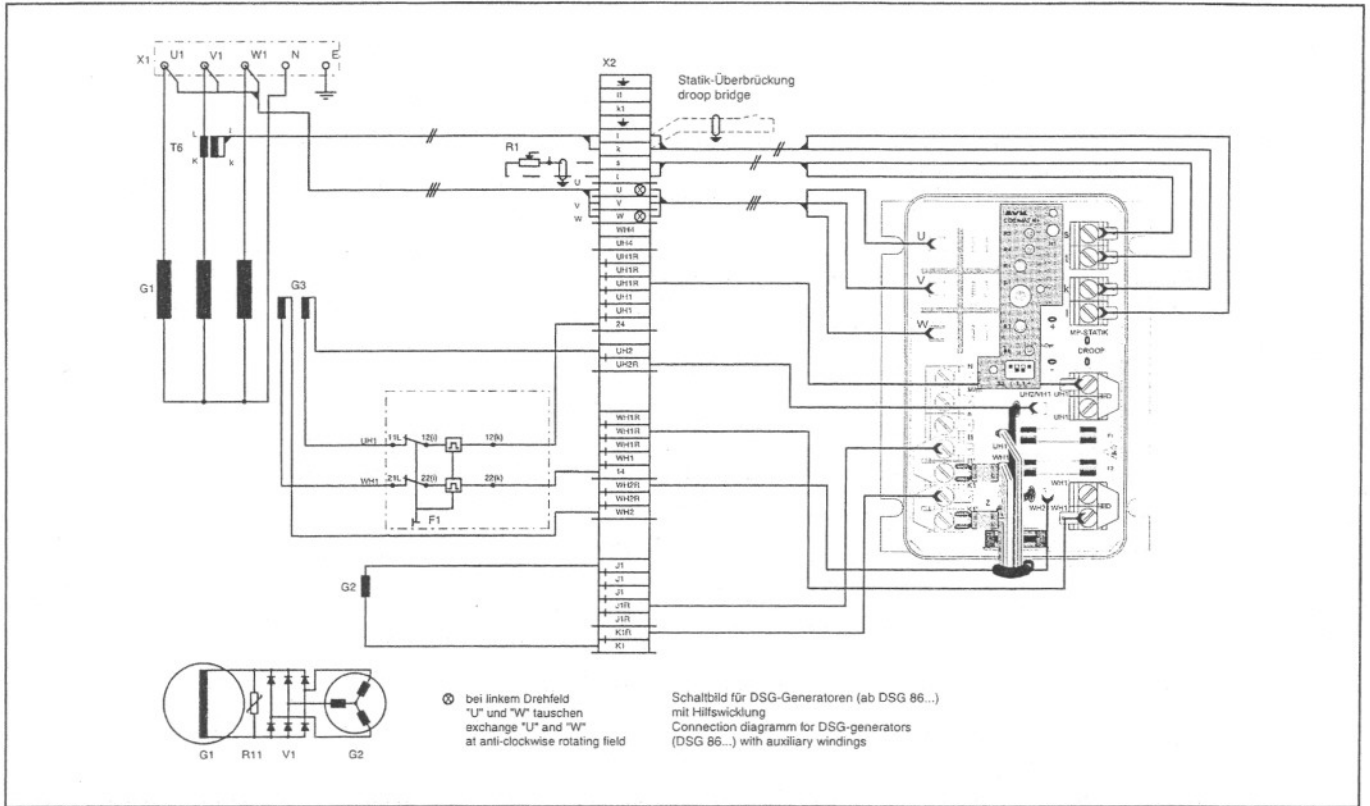

Рис.28 – Внутренний монтаж для генераторов DSG 86 –125
**(Рис.28 – Внутренний монтаж для генераторов DSG 86 –125)**